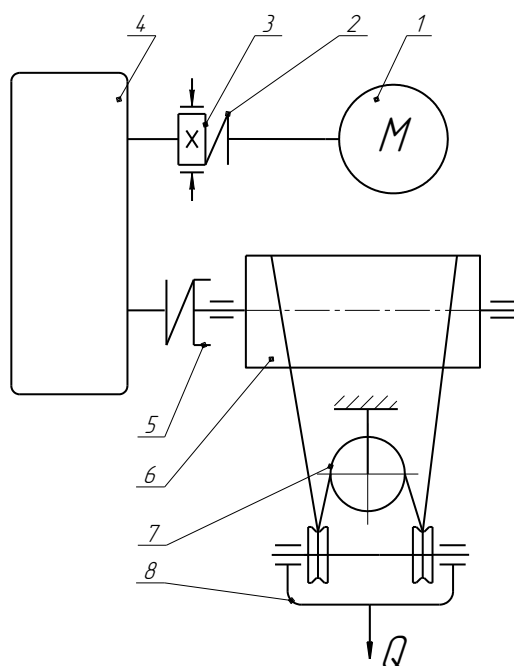

Рисунок 3.2.2 – Схема механизма подъема с механическим приводом
3.2.4 Приводится схема механизма подъема с машинным приводом (рисунок 3.2.2).
3.2.5 Укажите кратность полиспаста (рисунок 3.2.2):
3.2.6 Укажите, какой тип подвески предпочтительнее применить в этом механизме (рисунок 3.2.2):
3.2.7 Укажите, какой позицией обозначен тормоз (рисунок 3.2.2):
3.2.8 Укажите, по какой схеме соединен барабан с редуктором (рисунок 3.2.2):